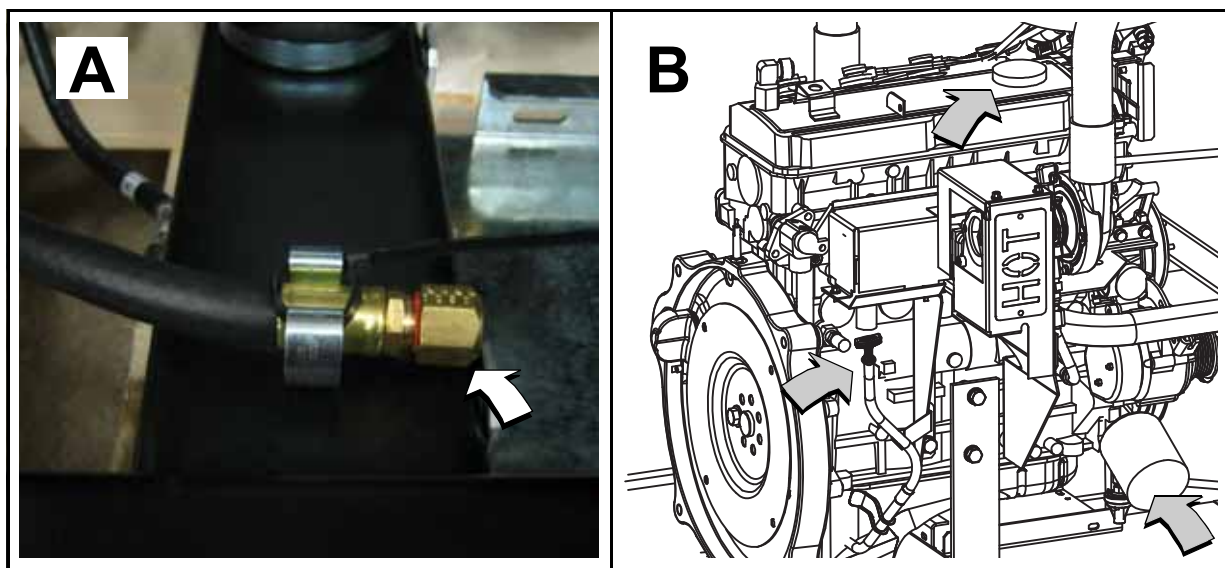

Рис. 5-8. Маслосливной шланг, крышка маслозаливной горловины, щуп и масляный фильтр
1. Извлеките маслосливной шланг из удерживающего зажима. См. пункт «А» на Рис. 5-8
6. Поверните масляный фильтр против часовой стрелки и извлеките его из адаптера. См. пункт «В» на Рис. 5-8